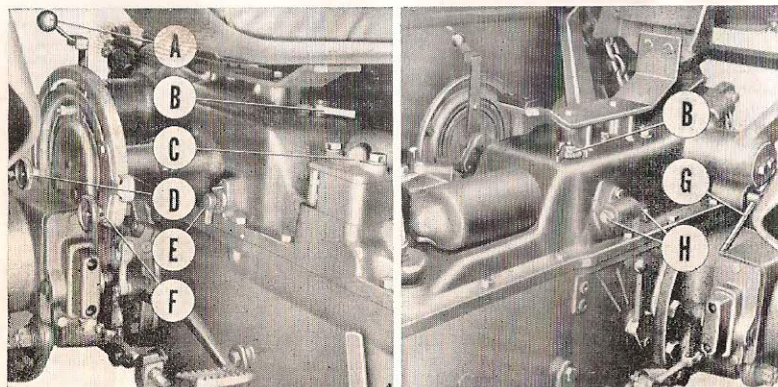

FIG. 6
- Un levier placé sous le bras de relevage gauche du tracteur (G, fig. 6) permet, abaissé vers l'avant, de verrouiller l'instrument en position transport, ou de bloquer le relevage arrière en position haute maximum, assurant ainsi une indépendance totale et une plus grande liberté de manœuvre des vérins extérieurs. C'est le cas, par exemple, pour le chargeur frontal.
- Une petite manette (E, fig. 6) située sur le côté droit du carter de relevage permet le réglage de réponse. En tournant vers l'avant, c'est la réponse lente, vers l'arrière, c'est la réponse rapide.
- Une autre manette munie de 2 doigts butées (B, fig. 6) placée à gauche du siège et portant les lettres « L » et « R » permet la sélection de la vitesse de descente, quel que soit le poids de l'instrument.